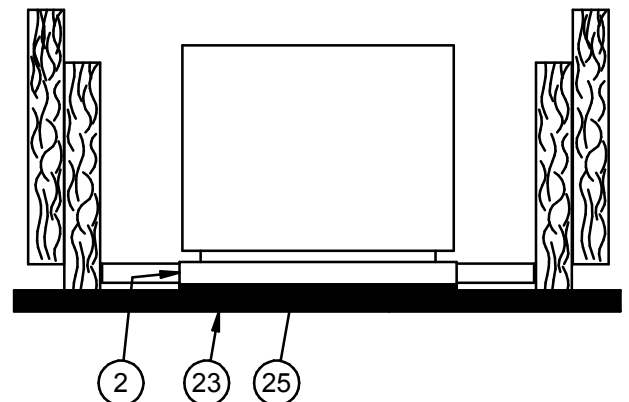

Fig. 5
- 9.- Si se usan los travesaños de acero en el cieloraso, el armazón enyesado (2) se debe bajar hasta que la junta (25) entre en contacto con el cieloraso (23) como se muestra en la Fig. 5.
- 9.- Quand des lambourdes en acier s'utilisent au plafond, le cadre en plâtre (2) doit être abaissé jusqu'à ce que le joint (25) contacte le plafond (23) selon Fig. 5.